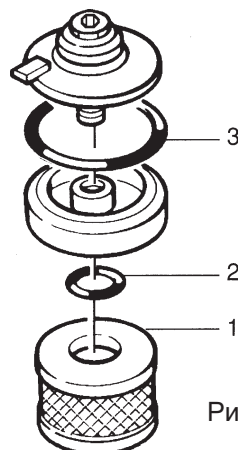

Рис. 6-5
2. Выньте элемент фильтра (см. рис. 6-5, п. 1).
3. Проверьте состояние прокладок (см. рис. 6-5, п. 2 и 3). Поврежденные прокладки замените.